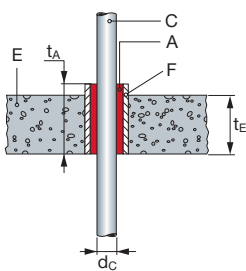

Figura 2: Manicotti per applicazioni a solaio
Per alcune applicazioni a solaio, è possibile fondere un manicotto per tubo (F) nel solaio in calcestruzzo, realizzato con tubi in PVC, diametro 75 mm - 110 mm, lunghezza 200 mm, montato a livello del lato inferiore del solaio, come illustrato nella figura 2.